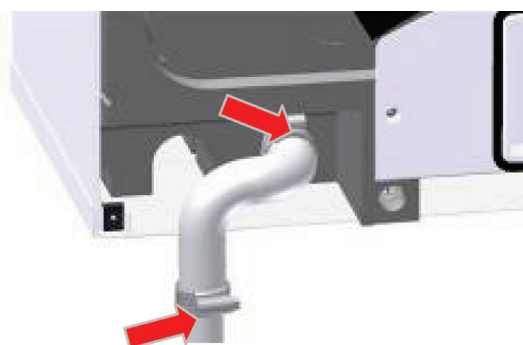

Fig. 9: Montarea furtunului de condens (partea din spate)
3. Montați furtunul vertical de evacuare a condensului și fixați-l cu o clemă pentru furtun. (vezi fig. 9)